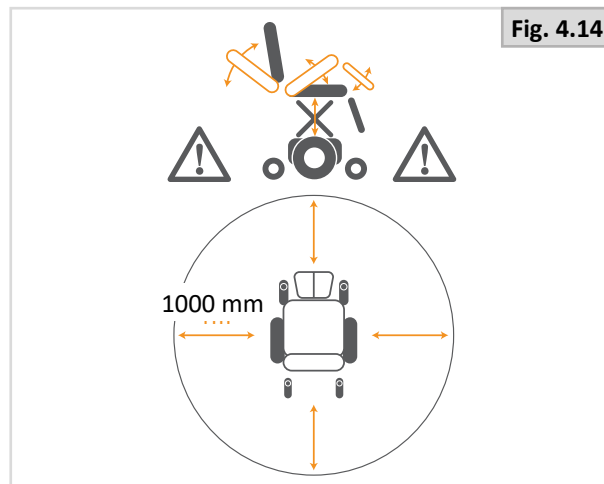

Fig. 4.14
- Al igual que con todas las piezas movibles, procure no atraparse los dedos, (Fig. 4.14).